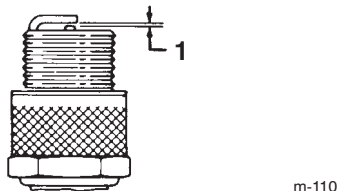

Bild 35
- Stellen Sie den Elektrodenabstand an der neuen Zündkerze auf 0,76 mm ein (Bild 35).